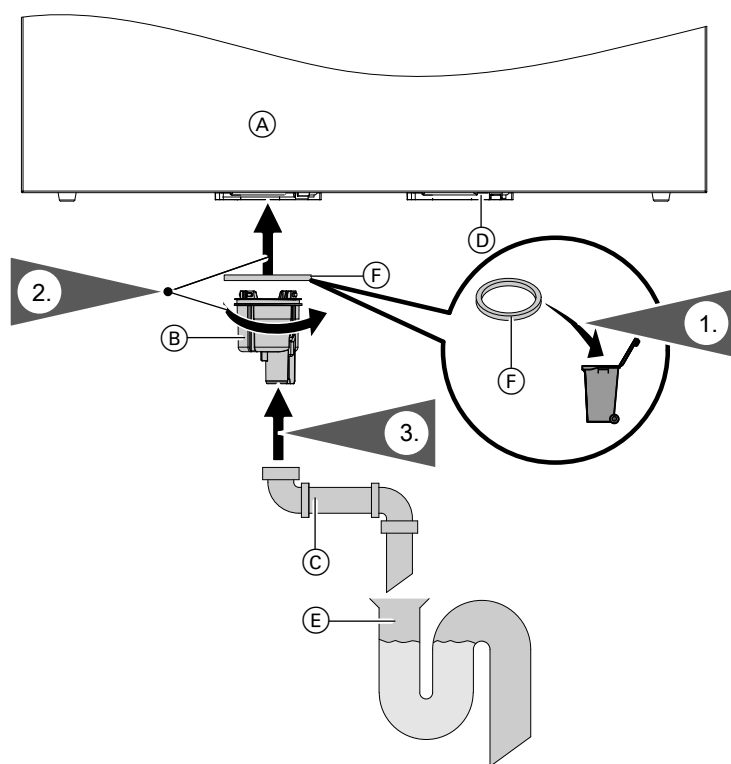

Abb. 12
- Kondenswasserablauf mit Trockensiphon (Lieferumfang) wie in Abb. 12 montieren.
- Kondenswasserablauf mit Trockensiphon (Lieferumfang) wie in Abb. 12 montiert lassen.